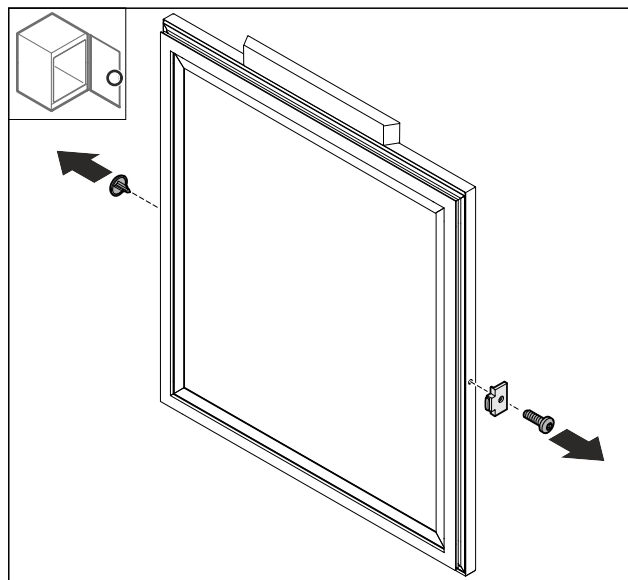

Fig. 47
- Retirer le cache Fig. 47 (1).
- Démontez la butée de porte Fig. 47 (2).